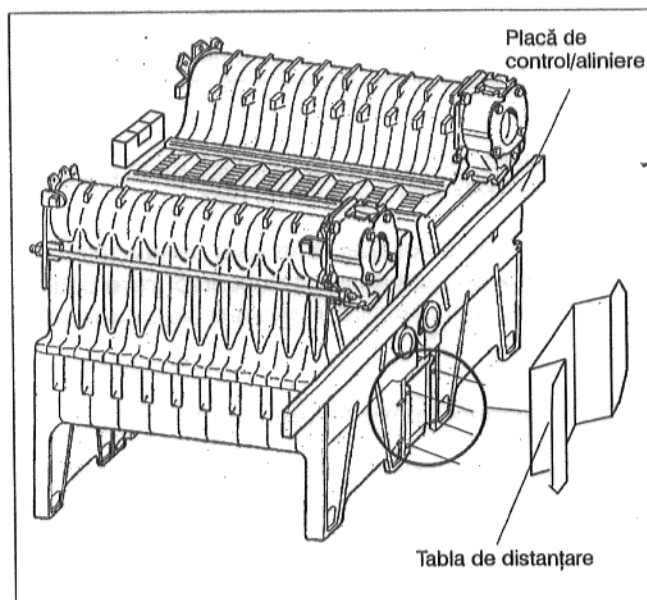

Fig. 9
- Cel de-al doilea bloc de cazan se va împinge până aproape de distanțier iar blocurile se vor alinia cu o placă de control și cu o cumpănă cu apă (Fig. 9).